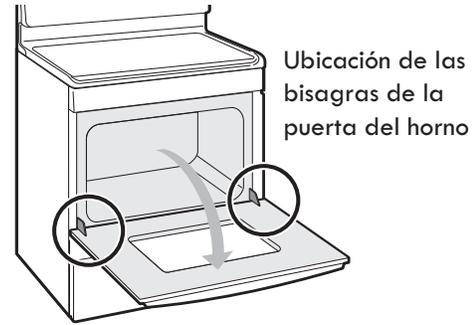

Figura 16: ubicación de las bisagras de la puerta
1. Abra completamente la puerta del horno, dejándola horizontal con el piso (vea la figura 16).
3. Abra completamente la puerta del horno, dejándola horizontal en relación con el piso (vea la figura 16).